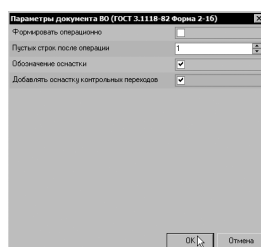

Рисунок 81
40. Установите курсор на строке с шаблоном *ВО (ГОСТ 3.1118-82 форма 2-1б)* и нажмите кнопку **Параметры**. Установите параметры ведомости оснастки так, как показано на рис. 81.